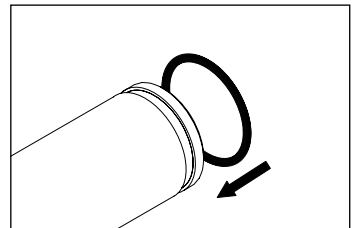

Abb.: 1
- 1 Profildichtring DN75 in die Nut vom Mantelrohr einlegen (siehe Abb.: 1).